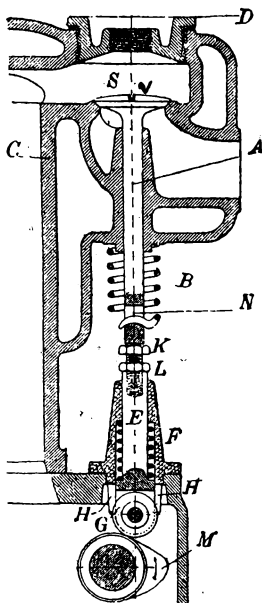

Fig. 10. — Disposizione per il comando di una valvola.
1.º con comando meccanico, come abbiamo sopra considerato spingendo, il compimento delle fasi. Una cama solleva, nell'istante voluto, o durante un tempo determinato, la valvola di aspirazione che in questo caso possiede una molla molto robusta allo scopo di richiamare la valvola sulla sua sede dopo che la cama ha cessato la sua azione (valvola comandata) (fig. 10).